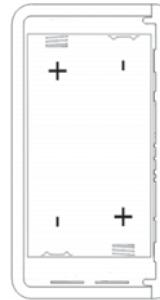

Рис. 2
- Откройте крышку и вставьте 2 батарейки щелочного типа 1.5V LR20 в отsek (1), находящийся в нижней правой части водонагревателя, как показано на рис. 2.